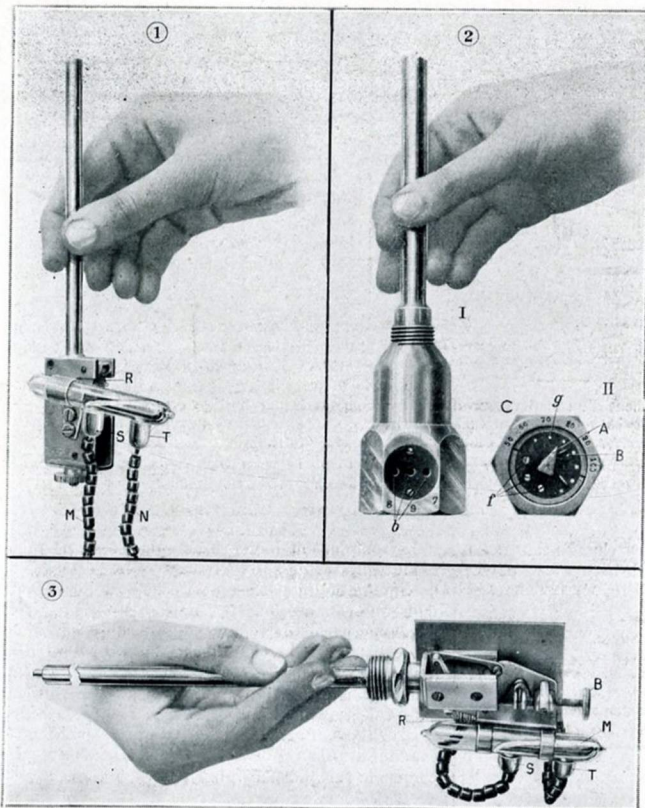

Fig. 3. — Régulateurs de température dans les chauffe-eau à accumulation.
2. Régulateur Ghiesbreght. — A, bouchon fileté. — B, tête du régulateur. — C, tige en métal invar. — D, tube dilatant, en laiton. — E, G, points d'appui de la tige non dilatant. — J, crapaudine. — K, ressort antagoniste — L, vis de réglage. — M, N, contacts d'en-clenchement et de déclenchement (selon que la température de l'eau dépasse dans un sens ou dans un autre le point prévu). — P, manette de réglage (voir fig. 3). — T, contact produisant l'enclenchement ou le déclenchement. — b, filetage fixant l'organe sur le chauffe-eau.
Enfin, lorsque l'intensité est relativement considérable, le thermostat, ainsi que je l'ai expliqué, se contente en quelque sorte d'envoyer un signal de déclenchement à un autre appareil ; il devient le relais, le servo d'un maître-appareil bâti pour opérer des ruptures pénibles et très rapides qu'il est lui-même beaucoup trop faible pour effectuer. Notre précédent numéro montrait un exemple de ce dispositif, qui est représenté, sous une autre forme également fort usitée, par la figure 3.